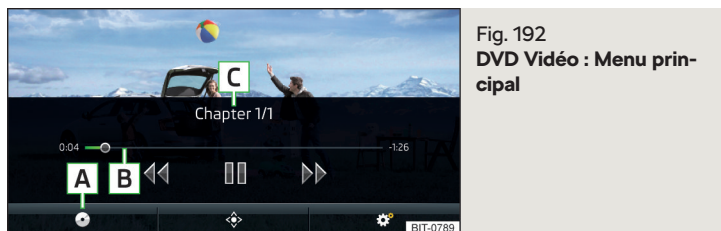

Fig. 192
Menu principal » fig. 192
| Avance/retour du vidéo au moment souhaité | Touchez la barre de lecture B » fig. 192 à la page 167 |
- Pour **afficher** le menu DVD dans le menu principal *Vidéo DVD* appuyez sur la touche ◆ » fig. 192 à la page 167 .